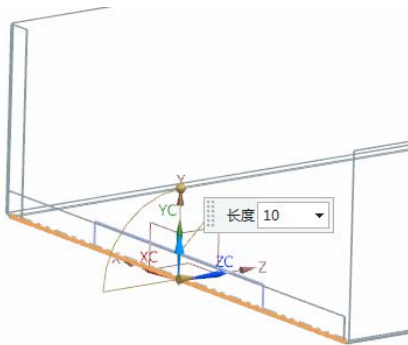

图 6-65 选择弯边
- (4) 选择弯边，同时在视图区预览显示所创建的弯边，如图 6-65 所示。